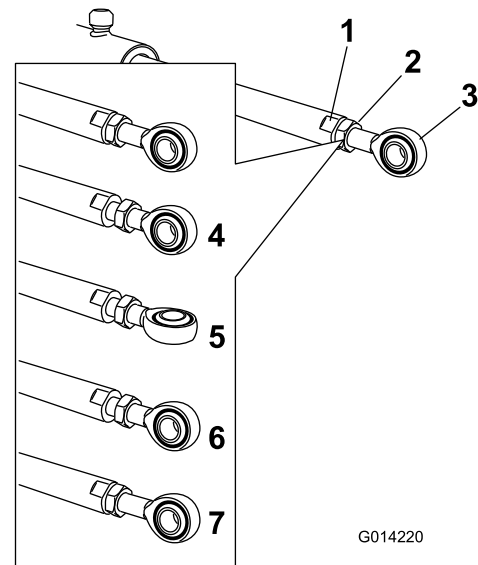

Figure 94
5. Placez une clé sur les méplats de la tige de vérin pour l'immobiliser, puis desserrez l'écrou de blocage pour pouvoir manipuler la tige à œillet (Figure 94).
6. Tournez la tige à œillet dans la tige du vérin pour raccourcir ou allonger le vérin déployé à la position voulue (Figure 94).